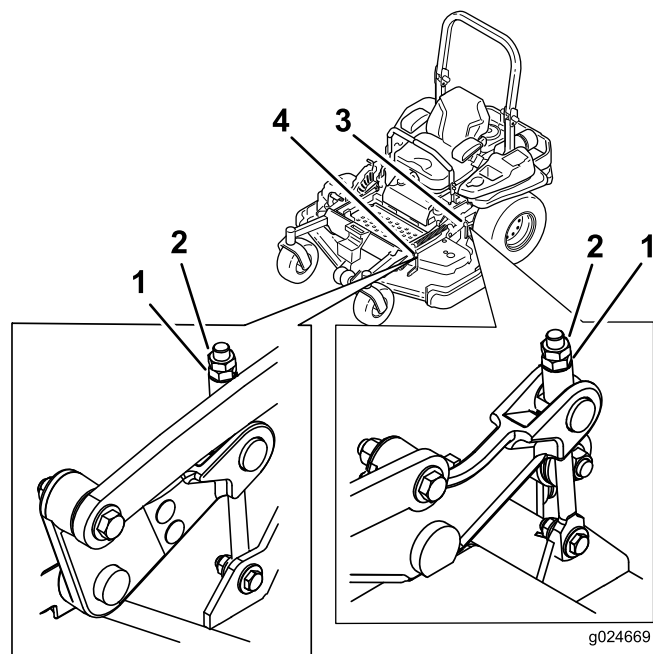

Figura 86
9. Mettete a punto il dado di regolazione sul gruppo di sollevamento del piatto di taglio anteriore ruotandolo (vedere Figura 86).
14. Mettete a punto la vite di regolazione ruotando fino a un'altezza di 8,3 cm (vedere Figura 86).